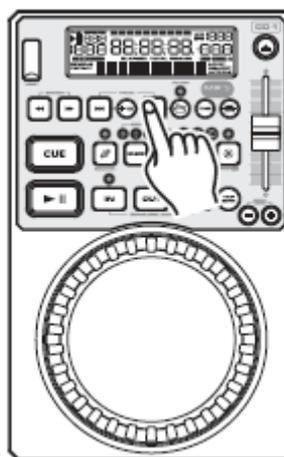

Figure 10: Pressez le bouton de piste avant pour accéder à la piste suivante
3. DÉMARRER LA LECTURE - Figure 10